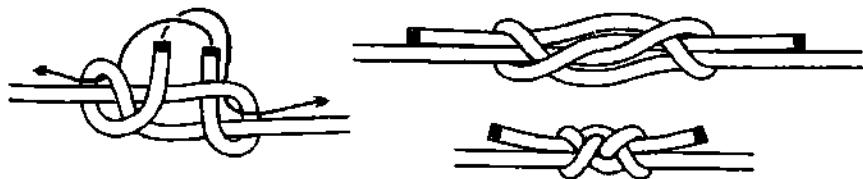

Рис. 819. *Обратный узел.*
**обратный узел**, чтобы пришить кожаную обшивку к деревянным шпангоутам и стрингерам лодки. **Обратный узел** был выбран не случайно, поскольку он сильно напоминал узел, изображённый в одном манускрипте VI века, и быть может, именно этот узел и использовал сам Св. Брендан. **Обратный узел** не только очень крепкий, но и имеет плоскую форму, что очень важно, ведь всё, что в воде выступает за борт, значительно снижает скорость судна (рис. 819).